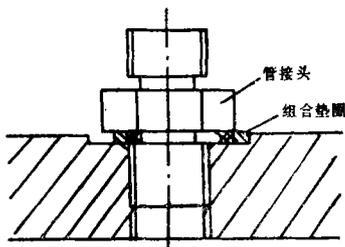

图 6
③由于管接头一般有一段细颈，装配时易出现垫圈偏心（图6），不能确保密封。改进措施：控制联接部件凹陷部分尺寸，使之略大于垫圈外径尺寸即可；或在管接头细颈部位加一旧密封圈，以防止垫圈偏心。